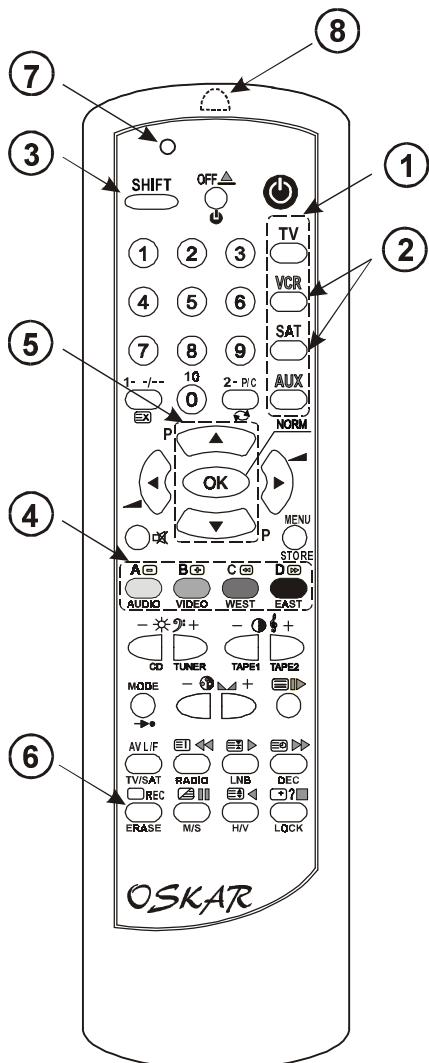

рис. 1
Пульты возможно програмировать любыми **кнопками выбора устройства** (это кнопки **TV**, **VCR**, **SAT**, **AUX** - ① рис.1, также вместе с **SHIFT** кнопки **TV**, **VCR**, **SAT**, **AUX**, **0**, **1**, ... **9***).
- Нажать одновременно кнопки **[VCR][SAT]** придерживая около 4 сек. пока **светодиод** (⑦ на рис.1) моргнет 3 раза, после освободить кнопки.